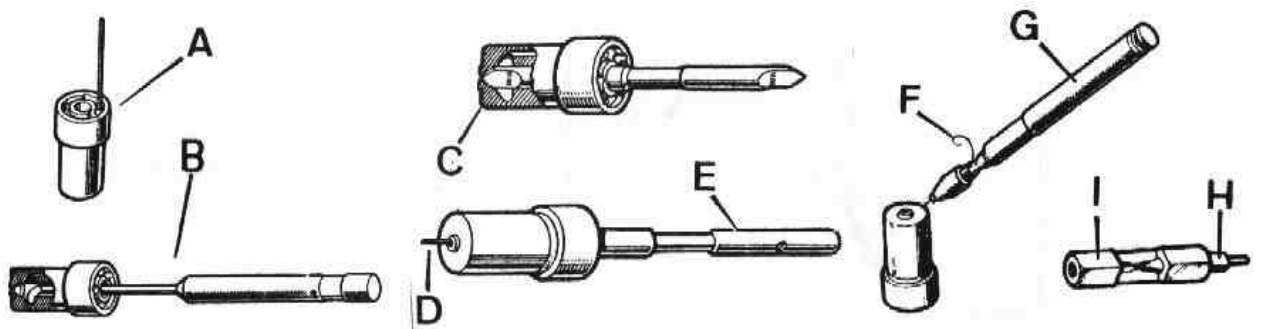

Fig. L1-12 Limpieza del conjunto tobera
- 4.4. Los tres conductos de alimentación de la tobera, se limpiarán con un alambre o una broca, A (Fig. L1-12). La eliminación de carbonilla depositada en la garganta anular, se llevará a cabo con el escariador, B, y el del asiento de la aguja con el, C, mediante un movimiento giratorio, al mismo tiempo que se empuja la herramienta hasta el fondo.
- 4.5. Para la limpieza del orificio principal se seleccionará del juego de varillas de alambre, D (Fig. L1-12) la del diámetro adecuado, que se instalará en el manguito, E. Esta varilla se hará pasar a lo largo del conducto central hasta que su extremo sobresalga por la tobera y luego se hará girar hasta que desaparezca la carbonilla.
- 4.6. La limpieza del orificio auxiliar del cuerpo de la tobera, se efectuará seleccionando un alambre de 0,20 mm., F (Fig. L1-12), acoplado éste sobre un manguito, G, sin que este alambre sobresalga más de 2 mm. para evitar que se doble o rompa. Se introducirá el alambre por el orificio auxiliar (lateral) hasta haber eliminado toda la carbonilla.
- 4.7. El cono de la aguja de la tobera, H (Fig. L1-12), se limpiará introduciéndola en el útil, I, y girándola en ambos sentidos mientras se le empuja hacia adentro.